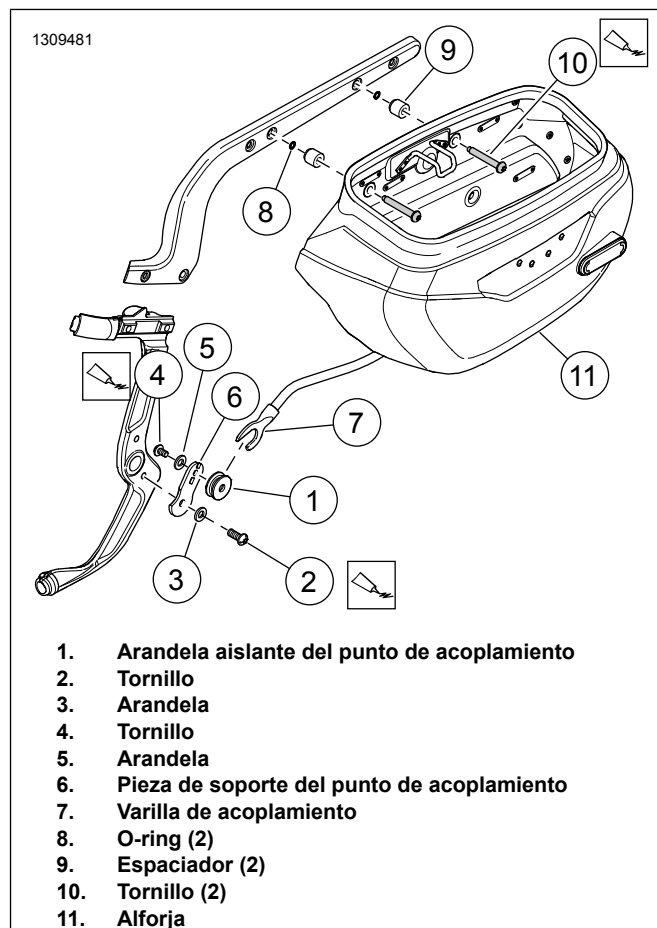

Figura 2. Montaje de la alforja (lado izquierdo)
1. Ver Figura 2 . Instala la arandela aislante del punto de acoplamiento del lado izquierdo.
- a. Coloca la pieza de soporte del punto de acoplamiento (6) en la estructura.
- b. Instala la arandela (2) en el tornillo (3).